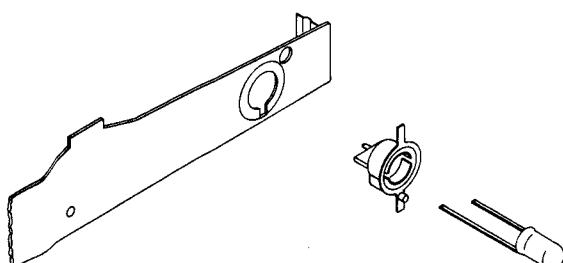

Fig. 2
- 2.5 Neue LED-Diode gemäß Fig. 2 in die Steckfassung einsetzen und die Skala, die Kappe und die Bedienknöpfe sinngemäß in umgekehrter Reihenfolge der Zerlegung montieren.
- 2.5 Insert new LED diode in plug socket as per fig. 2 and mount dial, cap and control knobs in inverse order.